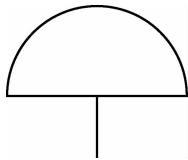

图 3-56 分线盒
(7)执行“直线”命令,矩形下侧边中点作为起点,纵向向下绘制长度为 2 mm 的直线,完成图 3-56 所示分线盒符号的绘制。